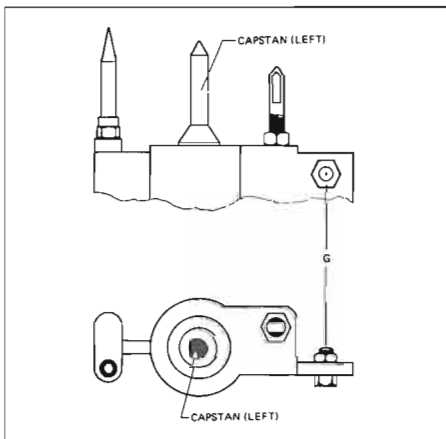

Fig. 3.5
- Die Zentrierschraube [G] im Doppelkapstanguss (Fig. 3.5) lösen. Den Schwenkträger nach oben drücken, bis die Spitze des Gewindestiftes [H] in die Zentrierschraube eintaucht.
- Loosen centering screw [G] in the dual capstan casting (Fig. 3.5). Press pivoting carrier down until the tip of the headless setscrew [H] plunges into the centering screw.
- Dévissez la vis de centrage [G] du chassis du double cabestan (fig. 3.5). Poussez le support pivotant vers le haut. La pointe de la tige filetée [H] doit pénétrer dans la vis de réglage.